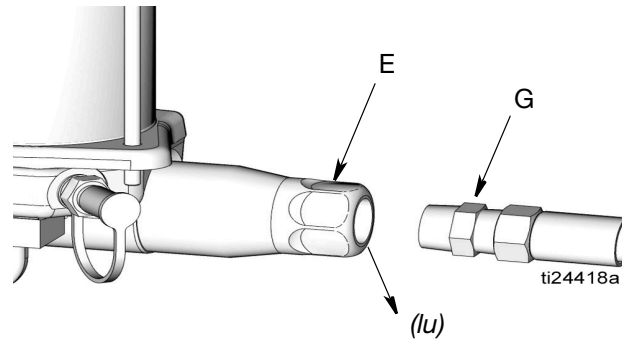

FIG. 7
3. Débrancher la conduite d'alimentation en lubrifiant (G) de la sortie de la pompe (E) (FIG. 7).
5. Faire fonctionner la pompe sur quelques courses jusqu'à ce que de la graisse (*gr*) exempte d'air soit expulsée par la sortie de la pompe (E) (FIG. 7).